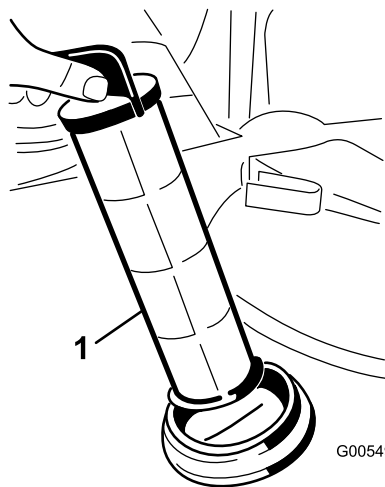

Figura 17
4. Retire o filtro de rede da sucção da estrutura do filtro de rede no depósito (Figura 17).